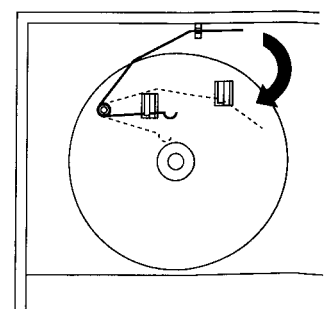

Fig. 3
- Feder in die Frontblende gemäß Fig. 3 einlegen.
- Feder in Pfeilrichtung spannen und festhängen (Fig. 3).
- Place the spring onto the front panel as shown in Fig. 3.
- Compress the spring in the direction of the arrow and secure it (Fig. 3).